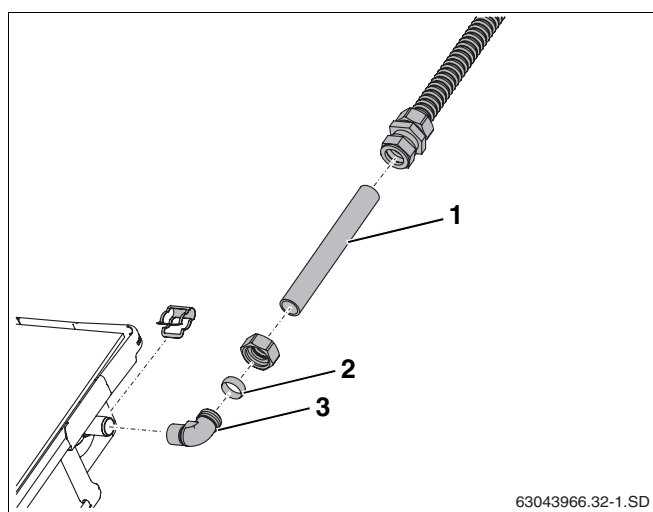

Fig. 60 Prolongación del tubo de conexión
- ▶ Monte el anillo de unión (fig. 60, **pos. 2**) y la tuerca de racor sobre el codo (fig. 60, **pos. 3**).
- ▶ Introduzca el tubo de cobre cortado a la medida (18 mm, Fig. 60, **pos. 1**) en las roscas de conexión.